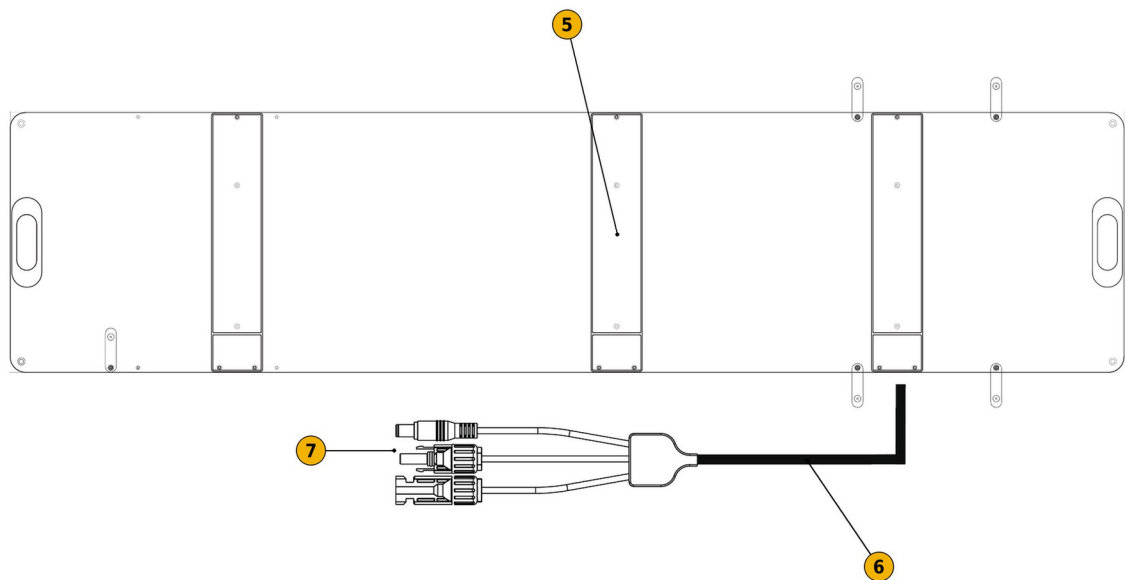

FIG. 2 — Cara posterior: patas de apoyo, cable y conectores de salida
- 3) Conecte el conector de salida del panel (FIG. 2, 7) a la entrada solar de la estación, directamente o mediante un cable adaptador adecuado, e introdúzcalo a fondo.